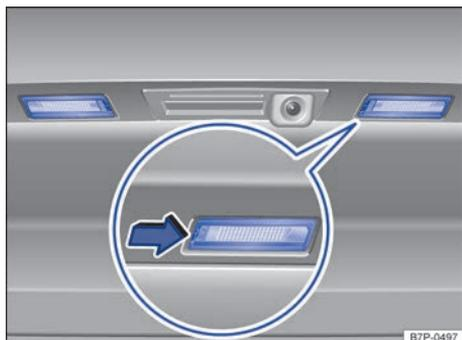

Fig. 229 En el portón del maletero: luz de matrícula.
2. Presione con la punta plana del destornillador de las herramientas de a bordo en el rebaje de la unidad de iluminación, en el sentido de la flecha → fig. 229.